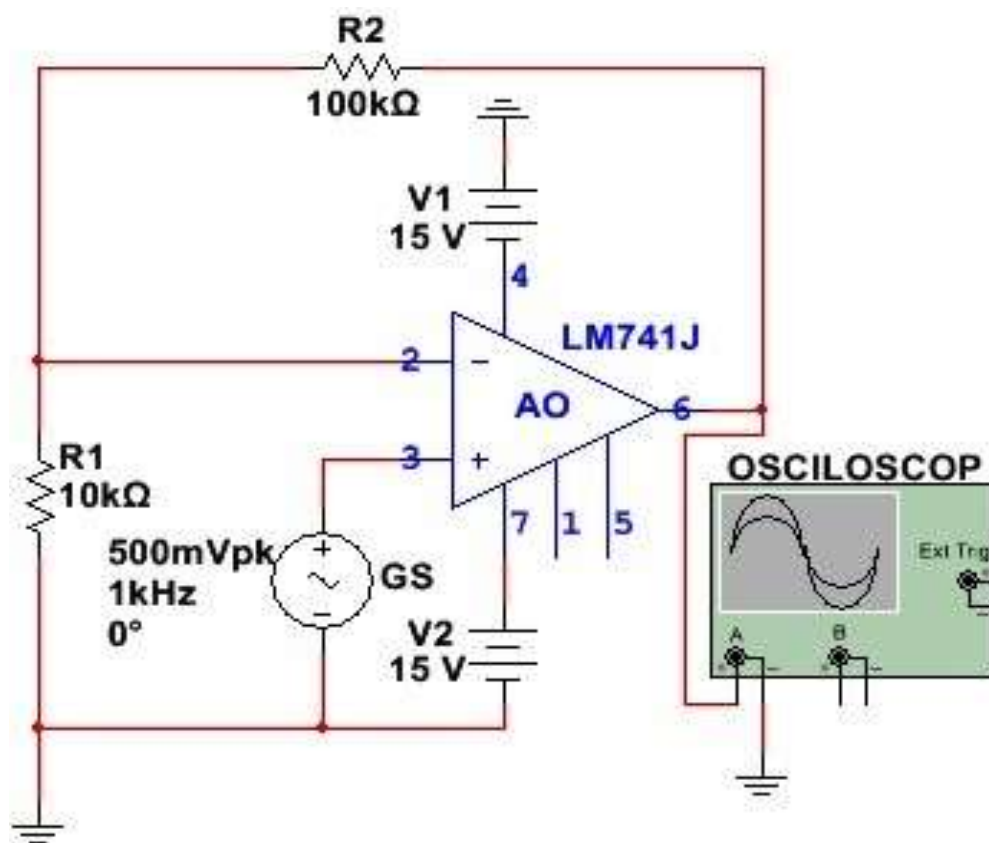

Figura 2.41 Circuit neinversor cu AO.
1. Se realizează cu simulatorul schema electronică din **figura 2.41**;
2. Se realizează pe placa de probă montajul din **figura 2.41**;
3. Se conectează generatorul de semnal ca în **figura 2.41** și se reglează amplitudinea semnalului alternativ **$V_i = 500 \text{ mV}$** și frecvența **$f = 1 \text{ KHz}$** ;
4. Se conectează osciloscopul ca în **figura 2.41** și se setează astfel: